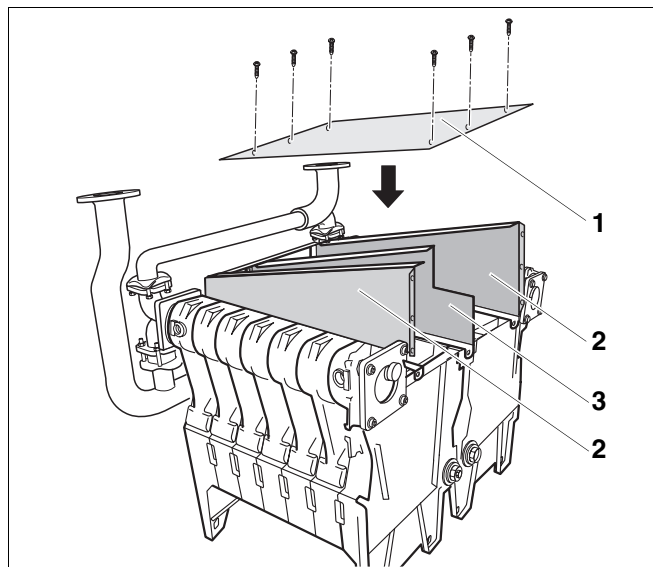

Рис. 38 Установка крышки для чистки
- Уложить крышку для чистки (рис. 38, **поз. 1**) и, не затягивая, прикрепить латунными винтами М6 х 16 с подкладными шайбами к перегородке (рис. 38, **поз. 3**) и боковым стенкам (рис. 38, **поз. 2**).